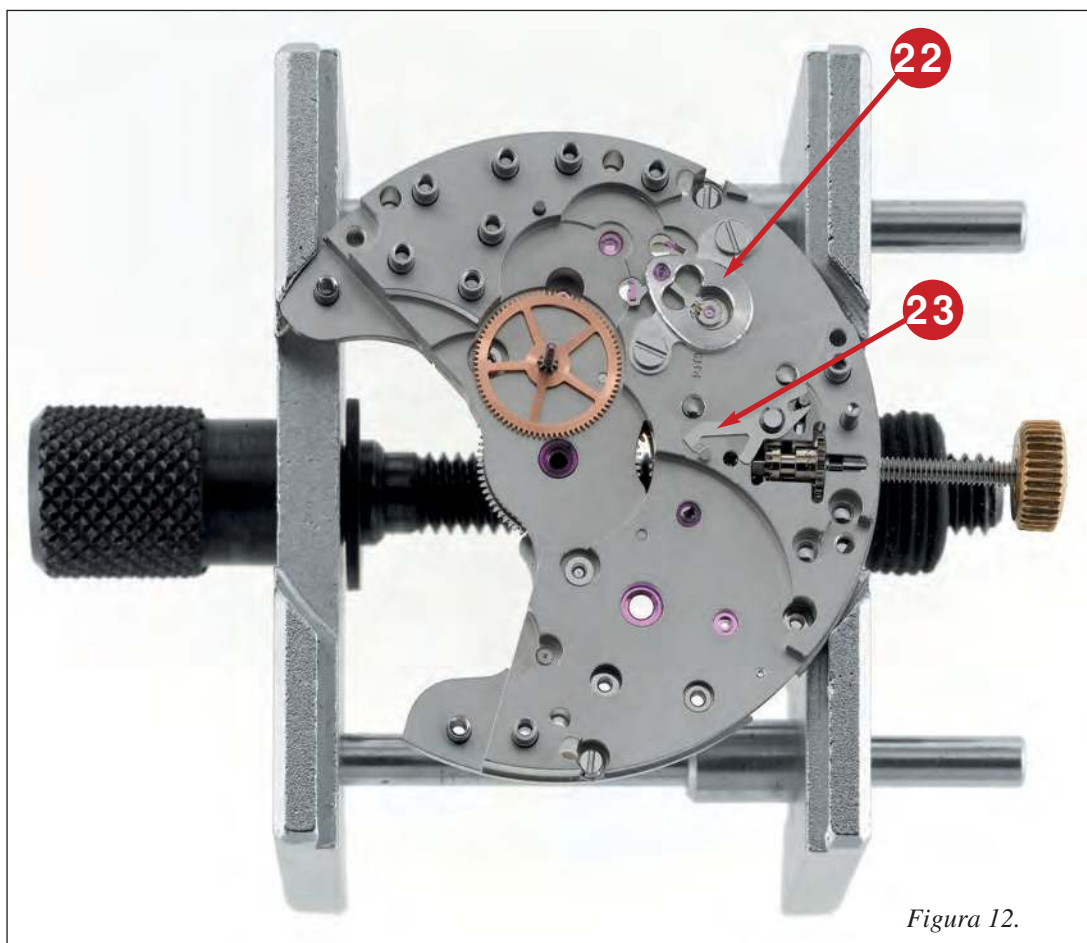
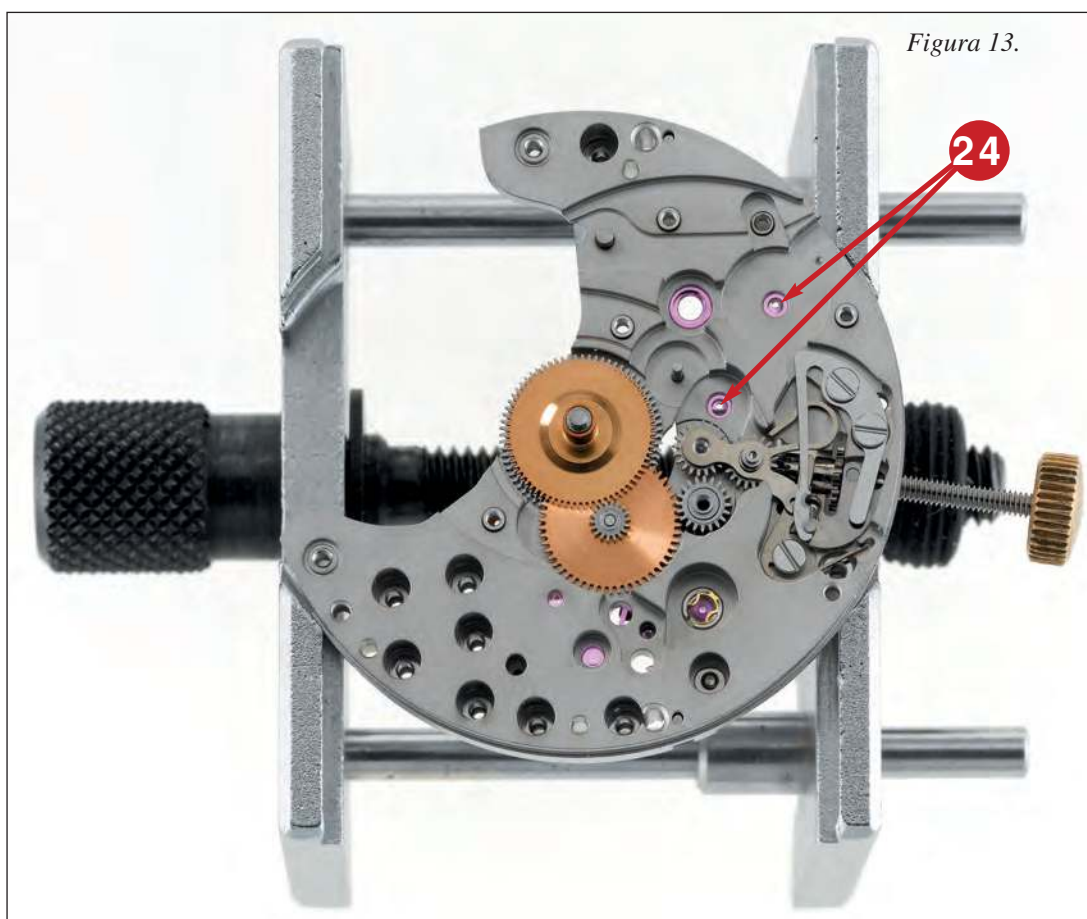

Figura 12.
Figura 13.
caratteristiche spinette di limitazione della curva terminale della spirale. In figura 12 vedete la platina quasi spoglia lato ponti con caratteristico - e inedito per forma - ponte dell'ancora (22); osservate pure la molletta (23) che, estraendo la corona, si appoggia delicatamente alla corona del bilanciere, fermandolo per consentire un'accurata rimessa all'ora. Nella successiva figura 13 - sempre con modulo dell'automatico smontato - vedete il lato quadrante con la minuteria, che appare tradizionale e sulla quale ritengo di non dovervi tediare.
Un veloce conteggio del numero di rubini e vi lascio: 12 sono sul modulo dell'automatico - 6 per lato -, 17 li trovate classicamente sul treno del tempo, ancora e bilanciere, 2 sull'asse del bariletto: complessivamente 31. Gli ultimi 2 sono non funzionali e restano inutilizzati in quanto destinati a funzioni supplementari non presenti su questo movimento - 24 in figura 13 -. Il totale fa dunque 33.